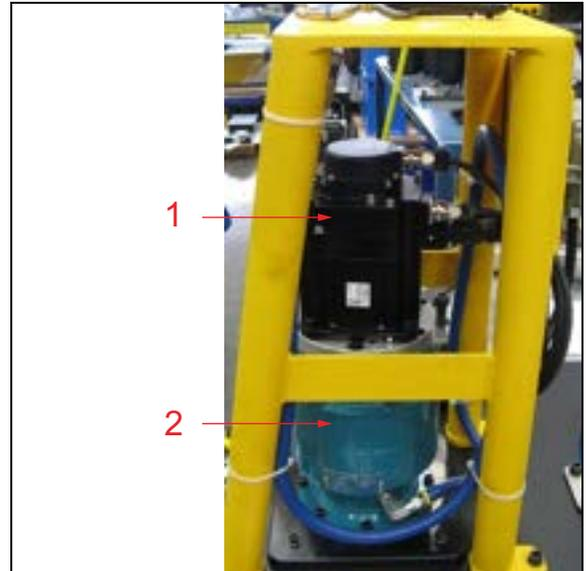

ABBILDUNG 4-40. SERVOMOTOR UND GETRIEBE
2. Den Servomotor und das Planetengetriebe entfernen (siehe Abbildung 4-40).